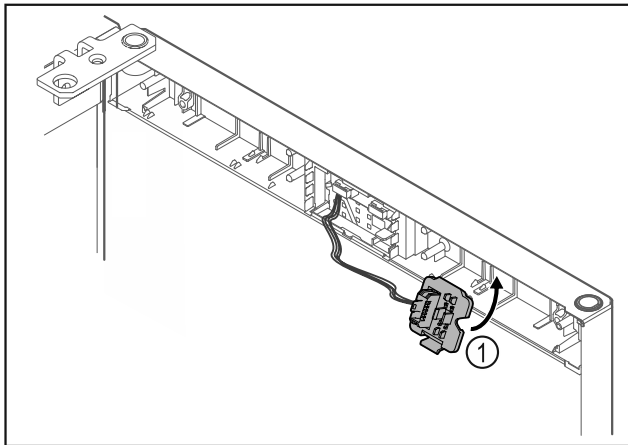

Fig. 25
- Accrocher le support de connecteur Fig. 25 (1) de l'autre côté.